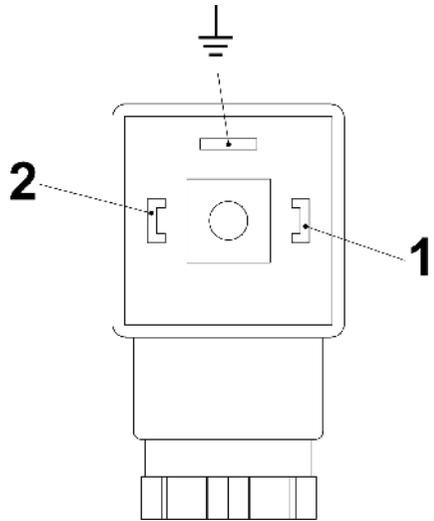
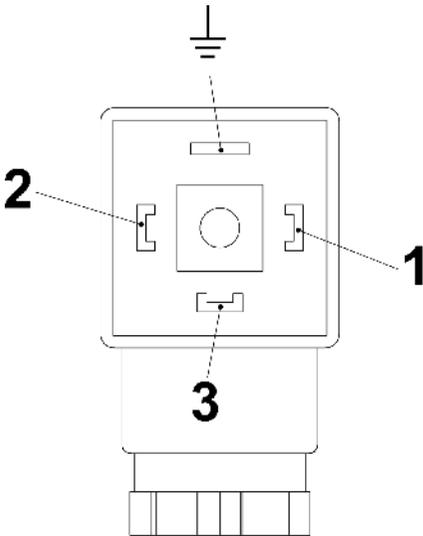

Abb. 24: Pin-Belegung Steckerdose Schließer (Form 30x70)
Abb. 25: Pin-Belegung Steckerdose Wechsler (Form 30x70)
6. ➤ Anschluss gemäß den Anschlussbildern (Abb. 25 und Abb. 24) vornehmen